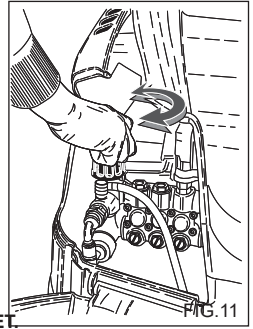

FIG. 11
Det här kapitlet innehåller bara de modeller som är försedda med tryckregulator. Med tryckregulatorn fig. 11, kan operatören ställa in arbetstrycket. Drifttrycket minskar då ratten C vrids motsols mot (B) (minimum).